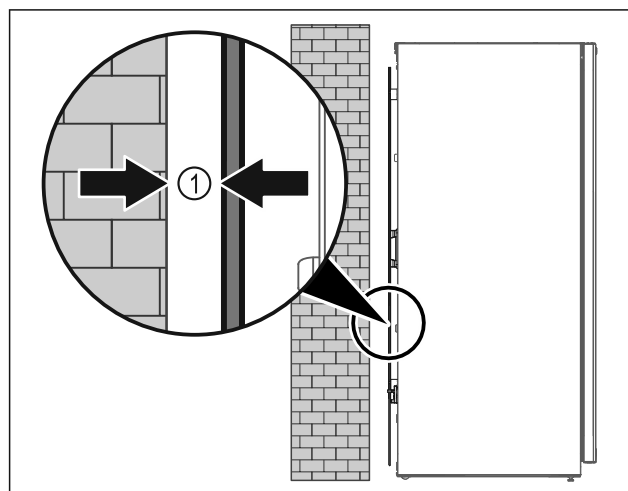

Fig. 45
- Urządzenie ustawić swobodnie w pomieszczeniu lub bezpośrednio przy ścianie z minimalnym odstępem 5 mm Fig. 45 (1).